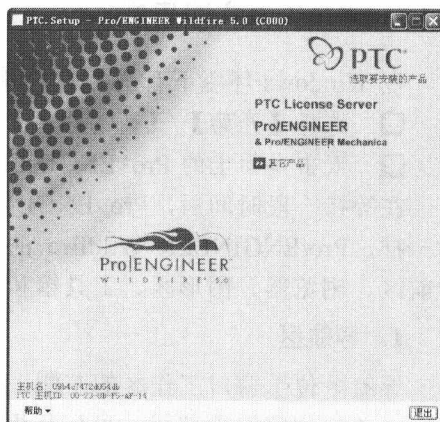

图 1-10 【选择要安装的产品】对话框
- 19 Java 安装完成后，返回到【安装进度】界面，单击【下一步>】按钮，回到【选择要安装的产品】对话框，如图 1-10 所示。单击【退出】按钮，完成安装过程。